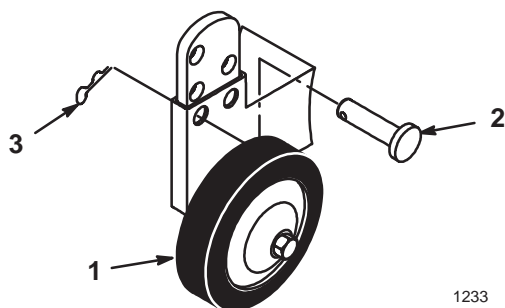

Bild 22
- A. Nehmen Sie den Splint und Stift heraus und ändern Sie die Position des Lochs (Bild 22).
- B. Wählen Sie eine Lochposition, so dass die Radstelze 10 mm Bodenfreiheit hat, damit der Schnitthöhenhebel verwendet werden kann (Bild 22).